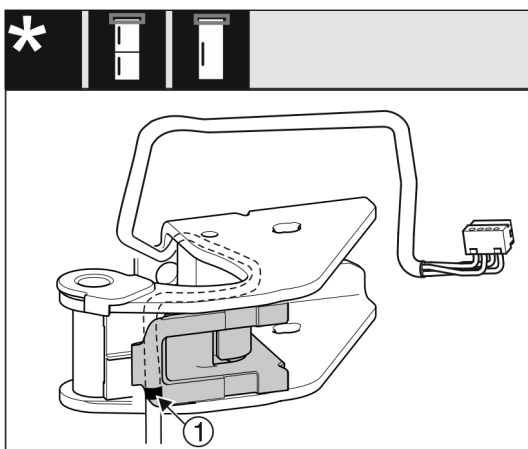

Fig. 28
- ▷ Den midterste markering skal i den forbindelse ligge på kanten af kabelholderen Fig. 28 (1).